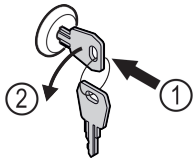

Fig. 124
- ▶ Dugja be a kulcsot. Fig. 124 (1)
- ▶ Forgassa el a kulcsot 90°-kal az óramutató járásával ellenkező irányba. Fig. 124 (2)